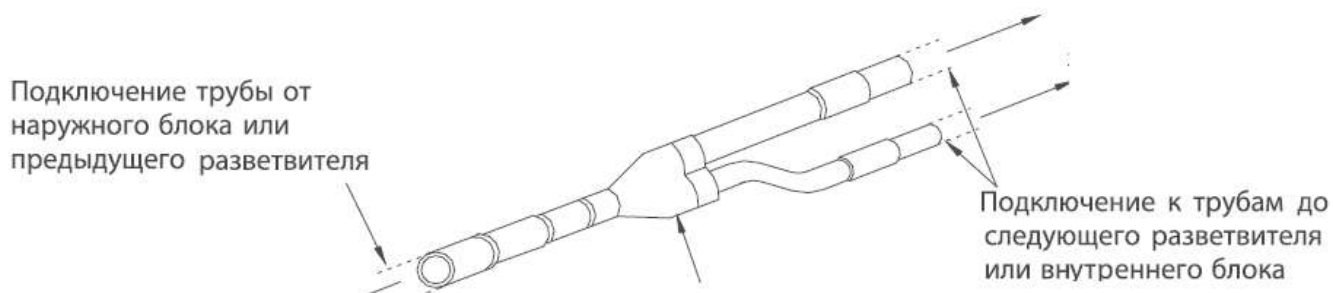

Рис. 12.3
12.5.2. Порядок установки разветвителей (рис. 12.3.): впускное отверстие соединяется с наружным блоком или с последним ответвлением, выпускное отверстие соединяется с внутренним блоком или со следующим ответвлением.